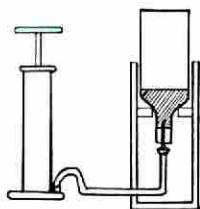

図4 水ロケットの発射
- (1) プラスチックボトルの口に合うゴム栓を用意して, 空気入れの口金を通す孔をキリで開け, 口金を固定する。
- (2) ロケットの発射台を組み立てる。
- (3) プラスチックボトルに水を入れ, ゴム栓をしっかり止める。
- (4) 図4のように, ボトルを発射台にセットし, 口金に空気入れのノズルをつなぐ。